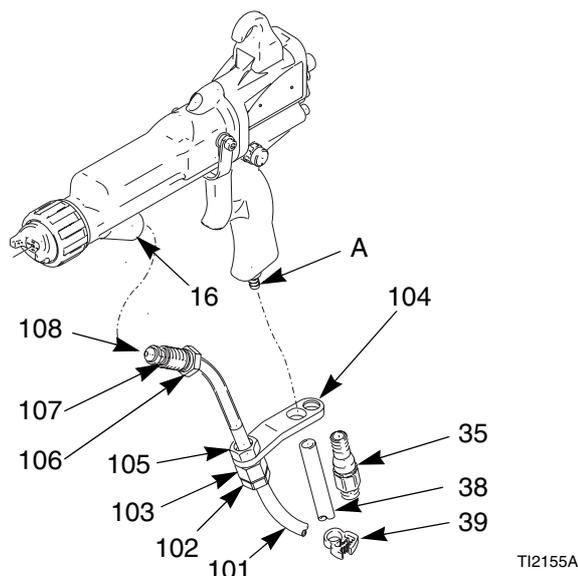
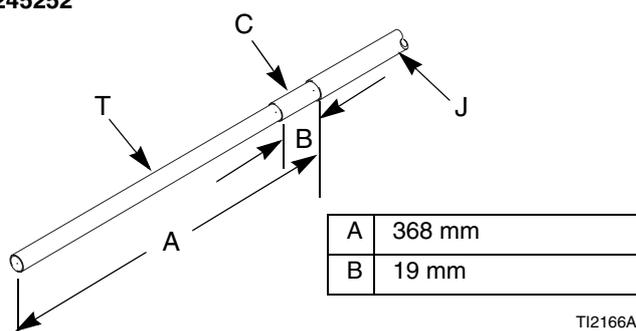
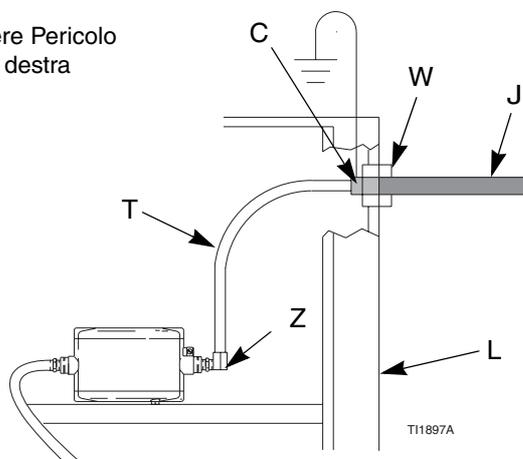

Fig. 3. Collegare il flessibile del fluido
Fig. 6. Dimensioni del flessibile a base acquosa (sul dispositivo WB100 Graco)
Fig. 7. Collegamento del flessibile del fluido con protezione su WB100 Graco
Utilizzare sempre un flessibile per fluido a base acquosa della Graco tra l'uscita del fluido del sistema di isolamento della tensione e l'ingresso del fluido della pistola. Vedere la FIG. 3. Il flessibile del fluido a base acquosa (101) è costituito da un flessibile interno in PTFE (T) e una guaina esterna resistente alle abrasioni (J). Il flessibile con protezione 245252 ha anche uno strato conduttivo (C). Lo strato conduttivo è collegato a terra alla staffa del raccordo della pistola (104).
1. Rimuovere il raccordo di ingresso dell'aria della pistola (35). Vedere la FIG. 3.
3. Applicare grasso dielettrico (40) in quantità all'anello di tenuta (107) e alle filettature del raccordo (106). Estrarre il raccordo di 38 mm e applicare il grasso al flessibile in PTFE esposto per riempire la zona tra il flessibile e il raccordo. Assicurarsi che l'ingresso del cannotto sia pulito e asciutto, quindi avvitare il raccordo nell'ingresso del fluido del cannotto della pistola (16). Vedere FIG. 3.
4. Allentare il dado di sfogo (102) in modo che la staffa si muova liberamente sul flessibile.
5. Allineare i fori della staffa (104) con l'ingresso aria e l'uscita di sfogo. Assicurare il raccordo di ingresso dell'aria (35). Serrare il dado di sfogo (102) per fissare il flessibile.
6. Verificare che il dado (105) sia serrato fermamente all'alloggiamento del puntale (103).
7. Premere il tubo di scarico (38) sull'adattatore conico (A). Fissare il tubo utilizzando la fascetta (39).
- a. *Dispositivo WB100 Graco*: Far scorrere il flessibile attraverso il raccordo di sfogo (W). Assicurarsi che lo strato conduttivo (C) sia passato attraverso il raccordo. Serrare fino a 6,2 N.m. Estrarre il flessibile per controllare che sia sicuro. Attenersi ai requisiti nel **Pericolo** sulla destra. Vedere FIG. 6. e FIG. 7.